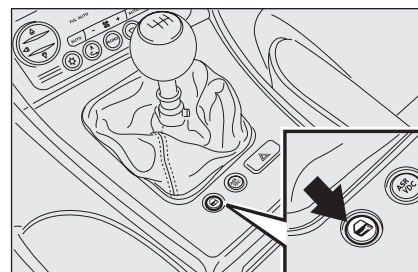

fig. 89
La fonction active (ON), il est quand même possible de déverrouiller les serrures des autres portes, en appuyant sur le bouton  (fig. 89) placé sur le meuble central.
Appuyer sur le bouton  (fig. 89) pour verrouiller/déverrouiller toutes les portes.